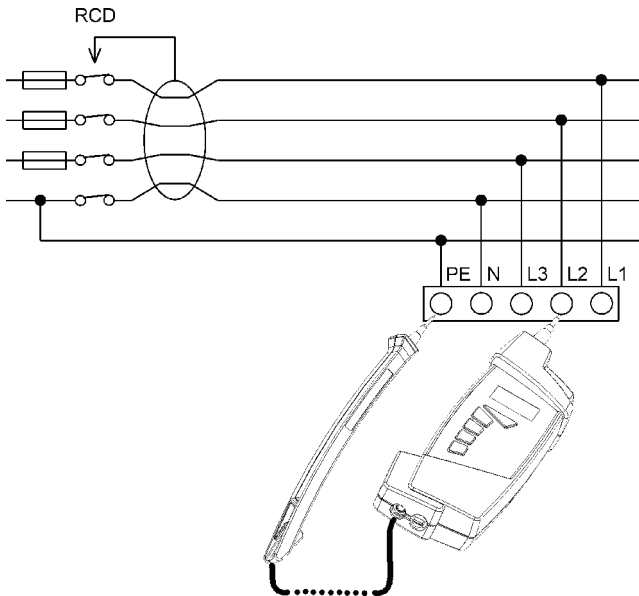

Figure 3.13 Exemple de raccordement
- Raccordez l'appareil à L et PE derrière le RCD à mesurer (disjoncteur FI) comme représenté sur Figure 3.13.
- ⇨ Raccordez l'appareil à L et PE derrière le RCD à mesurer (disjoncteur FI) comme représenté sur Figure 3.13.